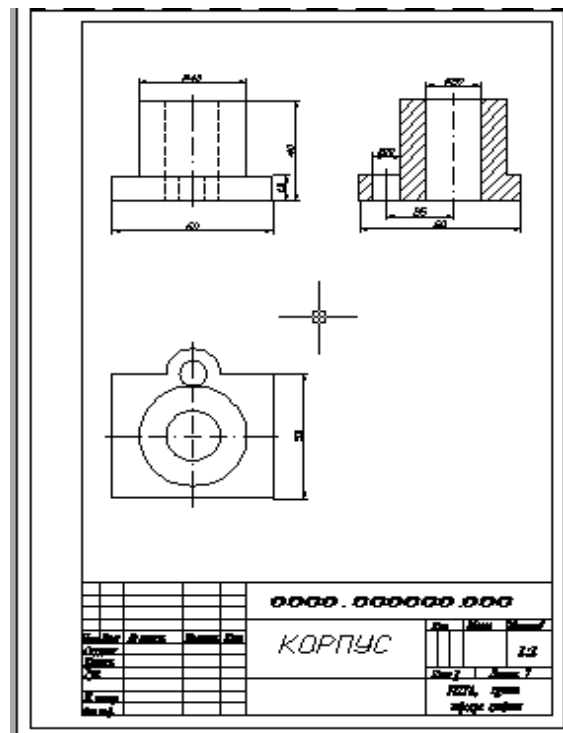

Рис. 170
7. В пространстве листа заполняют основную надпись. Чертеж, полученный в результате работы, приведен на рис. 170.